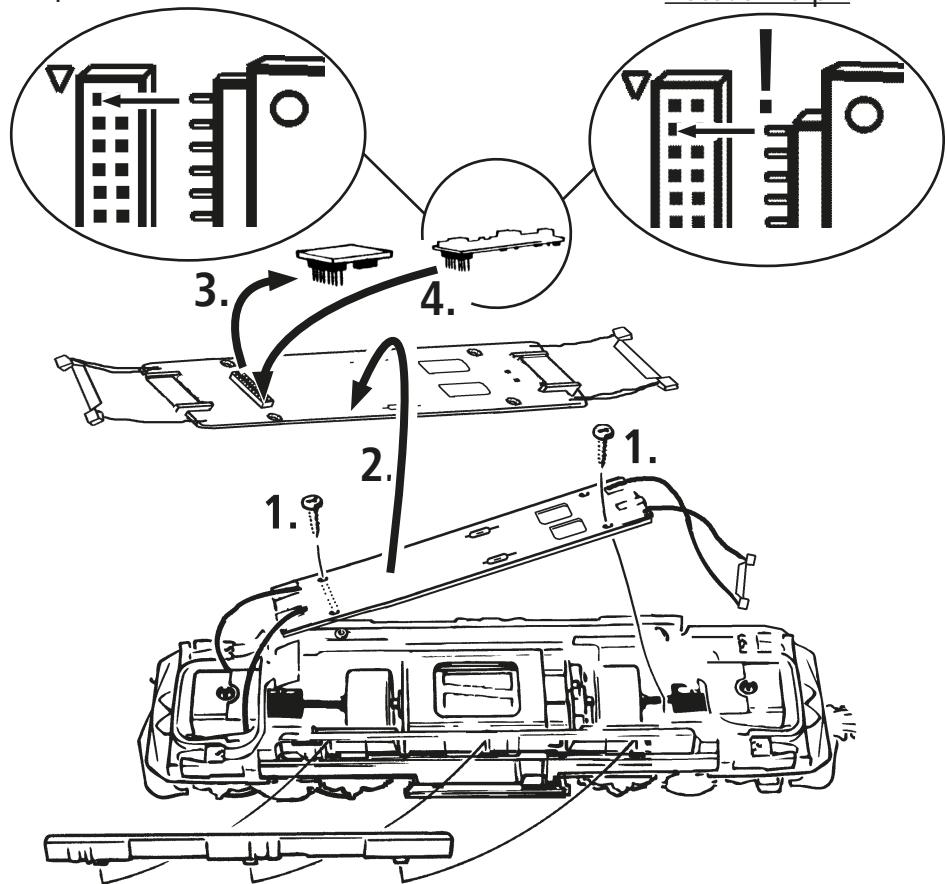

Fig. 6
2. Schmierung: Versiehen Sie die im Schmierplan in Fig. 6 gekennzeichneten Stellen mit nur **kleinen Öltropfen**. Dazu zuerst das Lokgehäuse abnehmen (Fig. 3). Wir empfehlen den ROCO **Öler Art.-Nr. 10906**. Fürs Schmieren der Getriebeteile (Zahnräder, Schnecke) empfehlen wir das **ROCO-Spezialfett Art.-Nr. 10905**. Im Falle der Schmierung diese Teile **nicht ölen**.
2. Lubrication: Apply **tiny oil drops** to spots marked in fig. 6. Prior to lubrication dismantle locomotive (fig. 3). We recommend using item no. **10906, Roco oiler**. For lubrication the gearparts (e.g. cogwheels, worm) we would recommended our Roco **special grease** (item no. **10905**).
1. Nettoyage des lames de courant aux roues: Les lames de contacts risquent de s'encaisser rapidement sur des voies poussiéreuses. Veuillez **enlever la poussière** aux endroits marqués à la fig. 6 à l'aide d'un petit pinceau souple. A ces fins démontez d'abord le bogie (fig. 4).
2. Graissage: N'appliquez **qu'une tout petite goutte** aux endroits indiqués par le plan de graissage (fig. 6) après avoir démonté la caisse de la locomotive (fig. 3). Nous vous recommandons le **graisseur à huile Roco réf. 10906**. Pour graisser les engrenages (roues dentées, vis sans fin) nous vous conseillons la **graisse spéciale Roco**